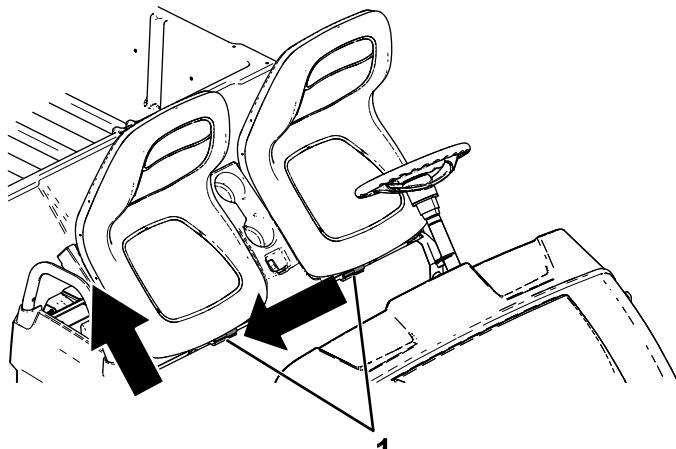

図 2
2. 座席アセンブリを横にスライドさせてピンから外して吊り上げる図 2。